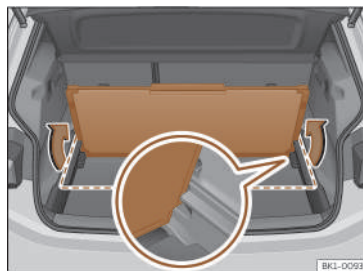

Fig. 156 Nel bagagliaio: fissare il secondo piano del bagagliaio.
- Una volta ripiegato, sollevarlo e introdurlo nei supporti laterali con il lato aperto verso il basso >>> **fig. 156** (immagine ingrandita).